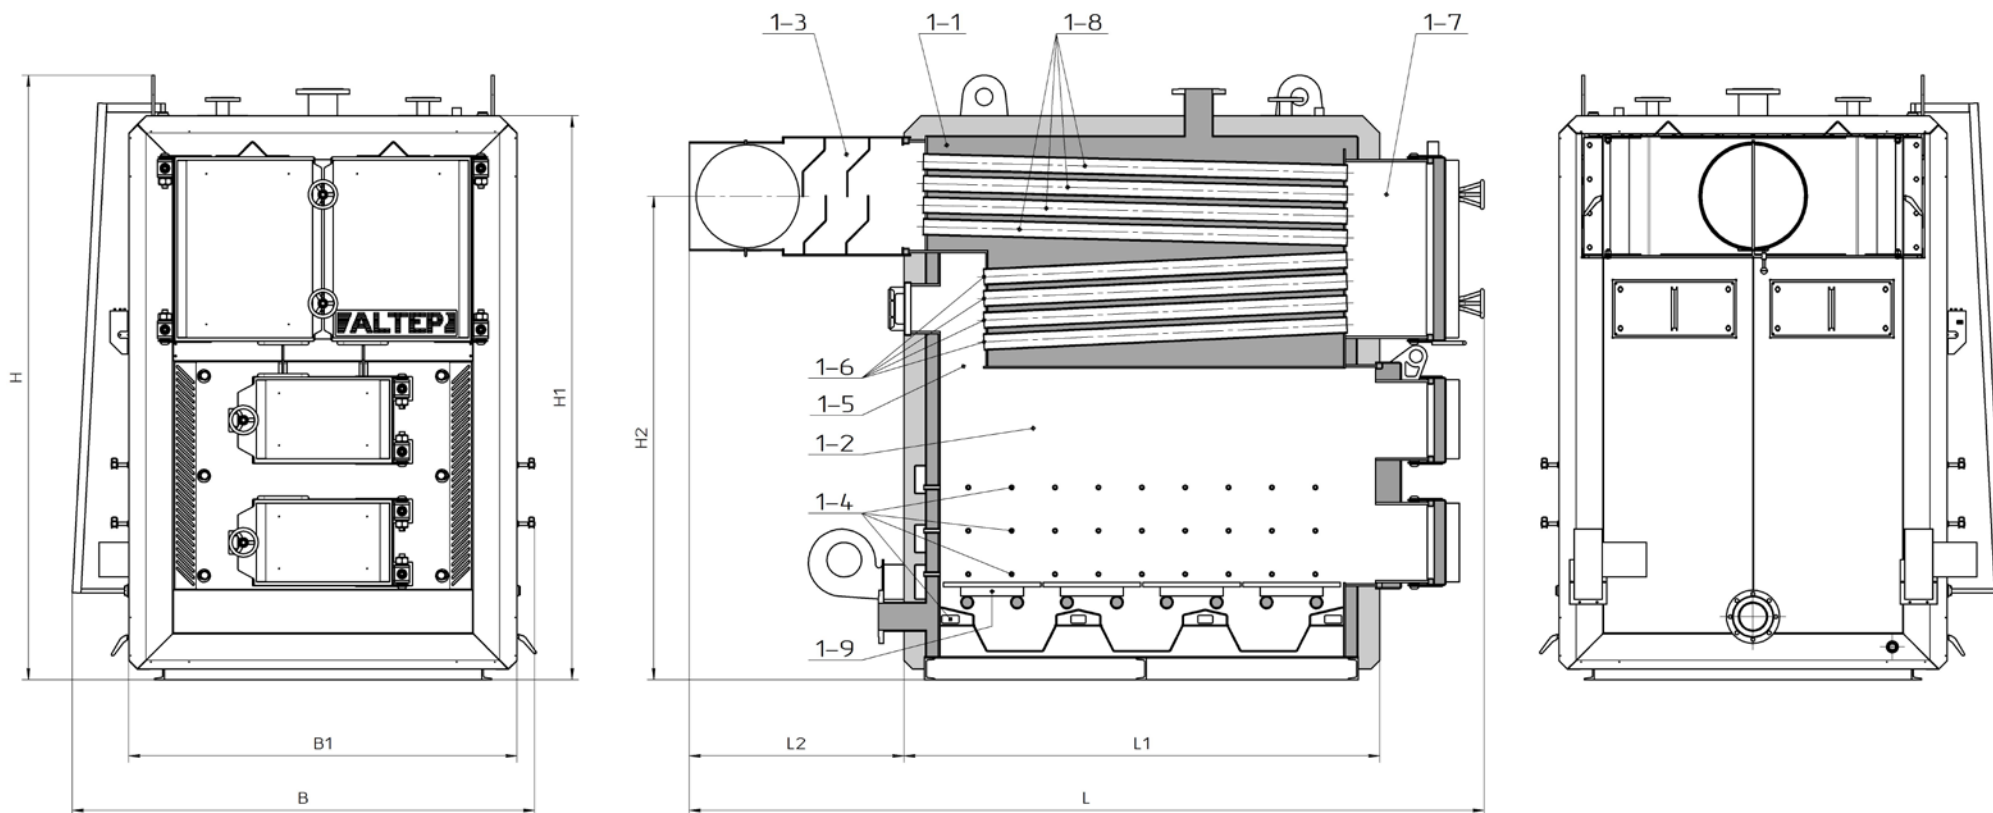
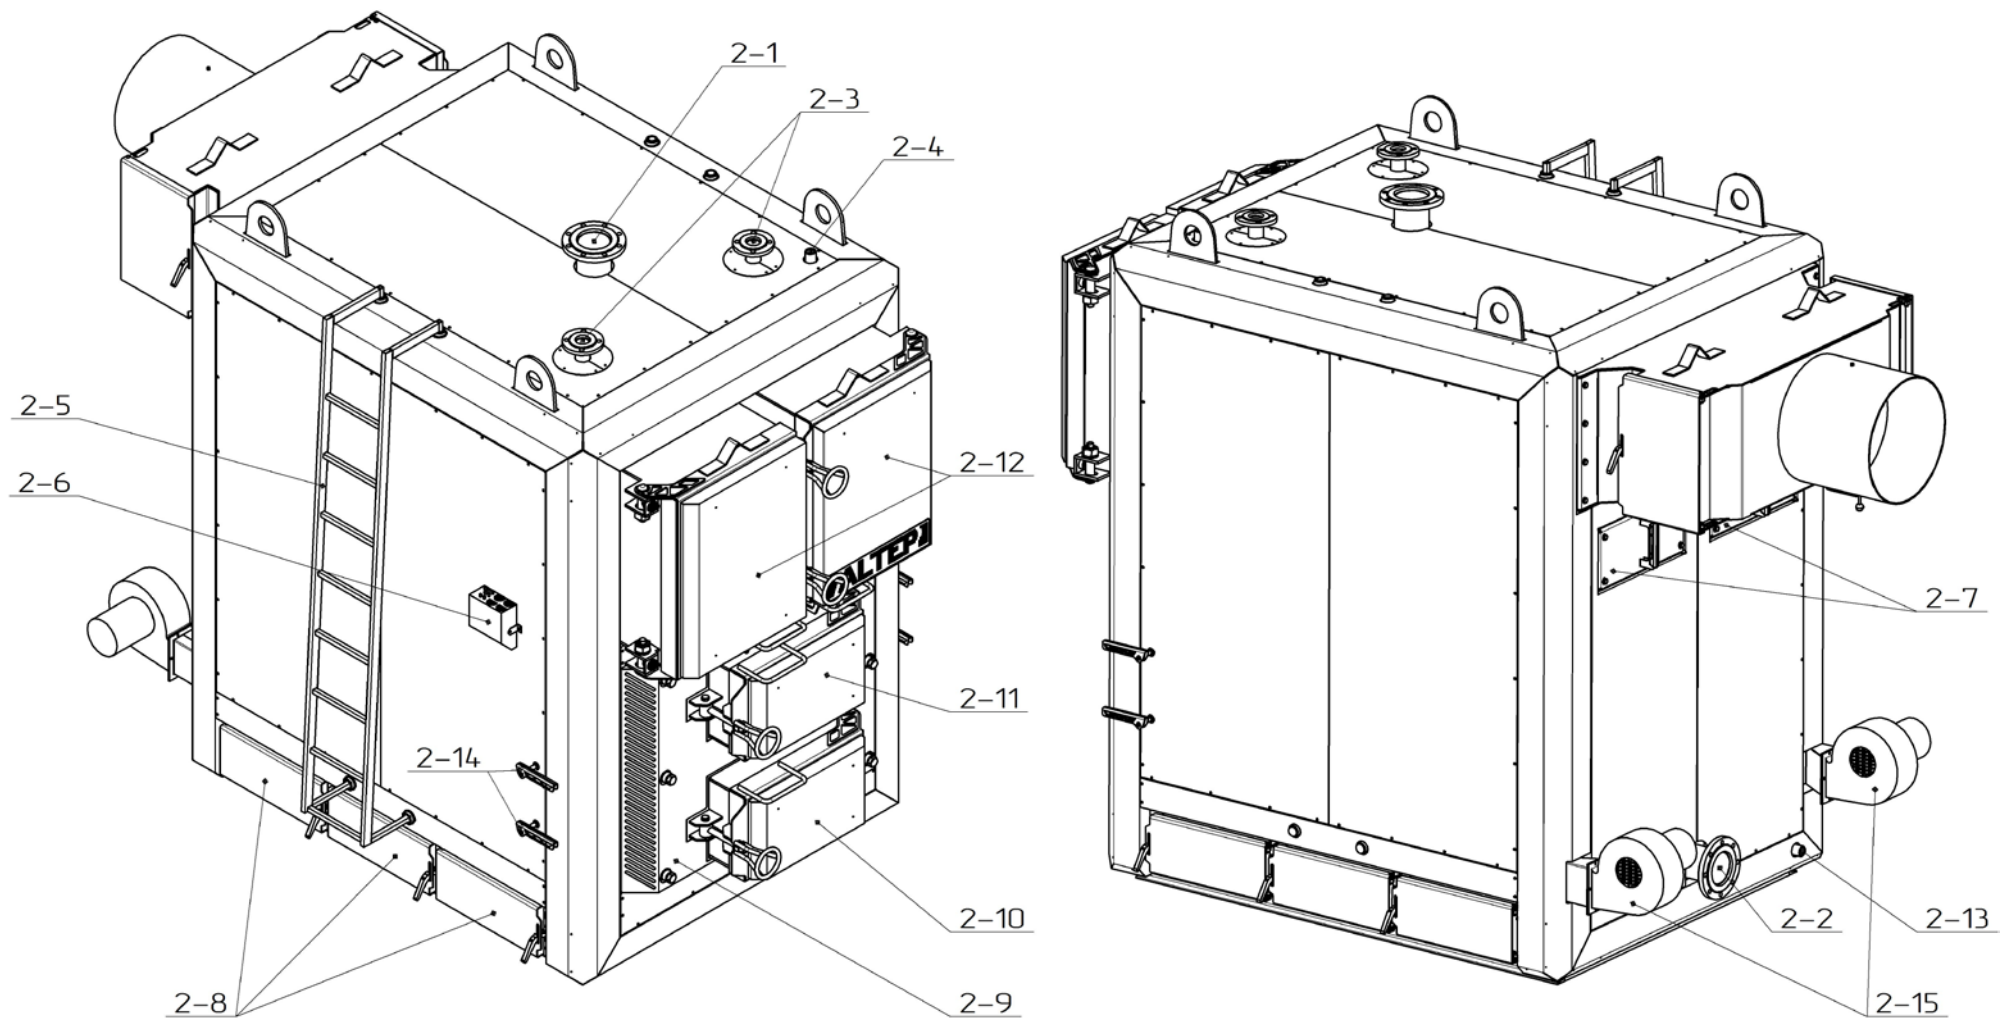

Рисунок 1 – Габаритні розміри та внутрішня будова котла
Рисунок 2 – Зовнішній вигляд та основні елементи котла
5.1 Конструктивно котел являє собою збірно-зварену конструкцію (рис. 1, 2), що складається з корпусу 1-1 (рис. 1) з камерою згоряння (топкою) 1-2 (рис. 1) та конвекційної частини.
Конвекційна частина утворена двома рядами жарових труб 1-6 та 1-8 (рис. 1), які розташовані у водному просторі безпосередньо над топкою.
Паливо для згоряння завантажується в топку крізь завантажувальні дверцята 2-11 (рис. 2) та укладається на чавунні колосникові ґрати 1-9 (рис. 1).
Згоряння палива в топці відбувається за участю повітря, яке надходить крізь патрубки подачі повітря 1-4 (рис. 1) припливними вентиляторами 2-15 (рис. 2). Кількість повітря, необхідного для процесу згоряння, регулюється автоматично блоком автоматики управління.
Димові гази, які утворюються в процесі згоряння палива, проходять всередині топки і далі, через поворотну камеру 1-5 (рис. 1), проходять всередині першого ряду жарових труб 1-6 (рис. 1), розвертаються у другій поворотній камері 1-7 (рис. 1), проходять всередині другого ряду жарових труб 1-8 (рис. 1) після чого надходять до борово 1-3 (рис. 2) та виводяться в атмосферу по димовій трубі.
Боров 1-3 (рис. 1) являє собою з'ємний димозбірник з люками для чищення та вбудованим шибером тяги топочних газів.
Підведення і відведення теплоносія (води) здійснюється відповідно через патрубки зворотної мережної води 2-2 (рис. 2) і прямої мережної води 2-1 (рис. 2).
У верхній частині корпусу котла розташовано два однакові патрубки 2-3 (рис. 2) для монтажу запобіжних клапанів, а також штуцер 2-4 (рис. 2) для монтажу манометра.
5.2 На передній стінці корпусу котла розташовано ряд дверцят (рис. 2):
Двері топки 2-9 (рис. 2) виконані з'ємними для можливості переведення котла в режим автоматичної подачі палива з пелетним пальником. Опис процедури переведення котла в режим автоматичної подачі палива наведено в розділі 12.
На задній стінці під боровом розташовані ревізійні вікна 2-7 (рис. 2), які дають можливість періодично огляду простору першої поворотної камери.
У нижній частині на задній стінці котла розміщено штуцер 2-13 (рис. 2) для зливу води з котла.
На обох бічних стінках в нижній їх частині розміщено ряд дверцят зольника 2-8 (рис. 2) – для доступу та чищення підколосникової зони від золи. Конструкція котла дозволяє виконати монтаж системи автоматичного видалення золи за місцем експлуатації котла.
Для зручності доступу до верхньої частини корпусу котла, в комплекті поставляється монтажна драбина 2-5 (рис. 2), посадочні місця під яку передбачені з обох сторін котла.